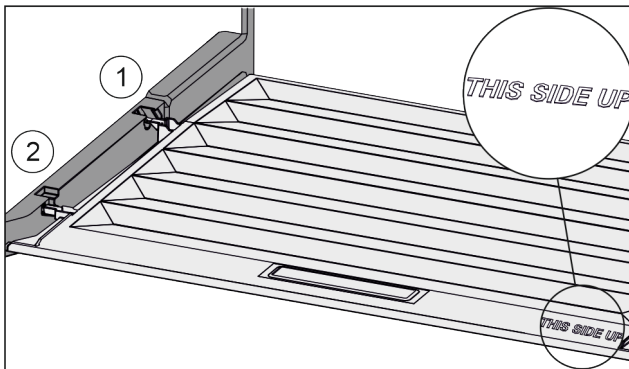

Fig. 127
- ▶ Пъхнете шийките на капака през отвора в задния държач Fig. 127 (1) и фиксирайте отпред в държача Fig. 127 (2).